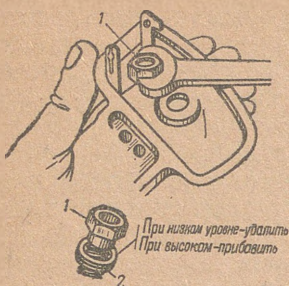

Рис. 80. Регулировка уровня бензина в поплавковой камере:
6. Вывернуть клапанное седло 1 (рис. 80), убавить или прибавить регулировочных шайб 2, в зависимости от высоты уровня: для повышения уровня бензина в поплавковой камере надо часть регулировочных шайб удалить,